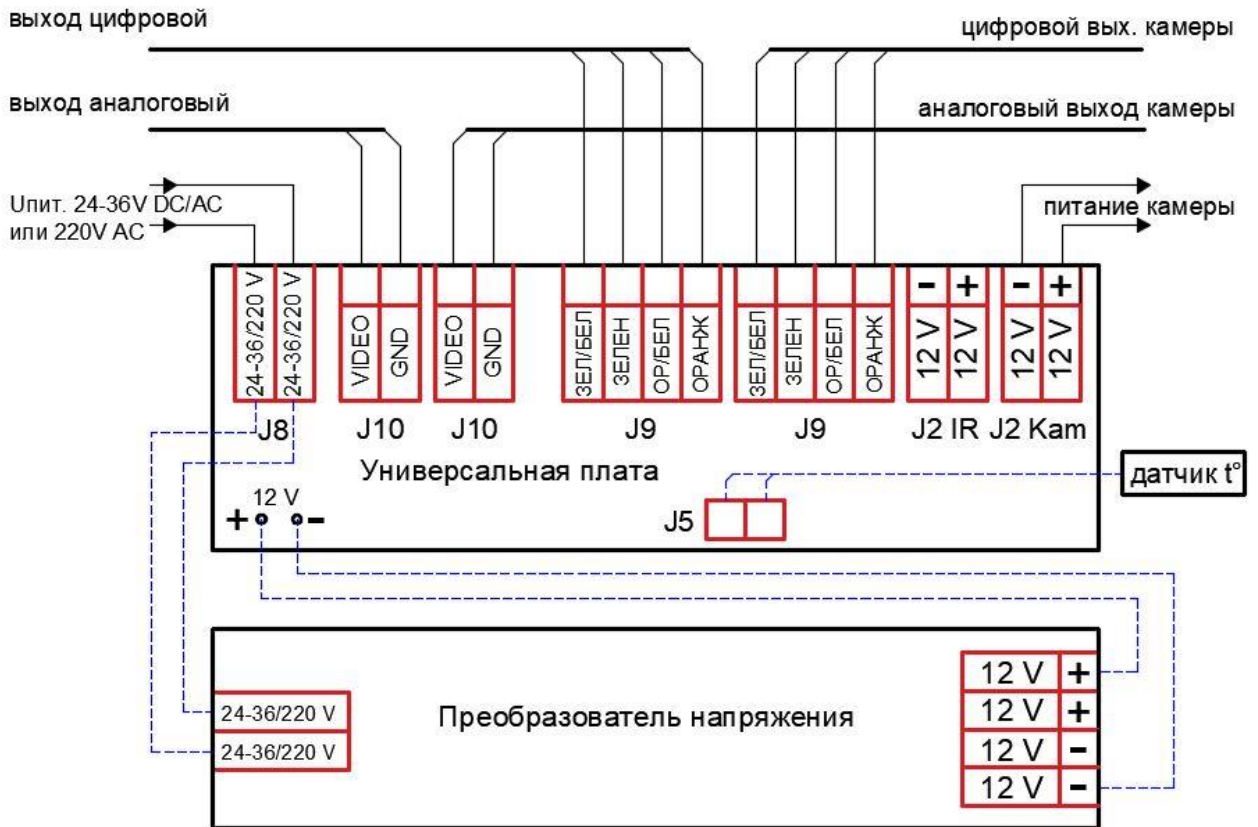

Рисунок 4.3 – Цифровая плата. Схема подключения термокожуха с напряжением питания 24–36 постоянного/переменного или 220 В переменного тока
4.6.5 Подключите видеокамеру к электронной плате согласно схеме подключения (рис. 4.3 - 4.7)
4.6.6 Через кабельные вводы заведите питающий и сигнальный кабели, подключите к универсальной плате (рис. 4.3 - 4.7);